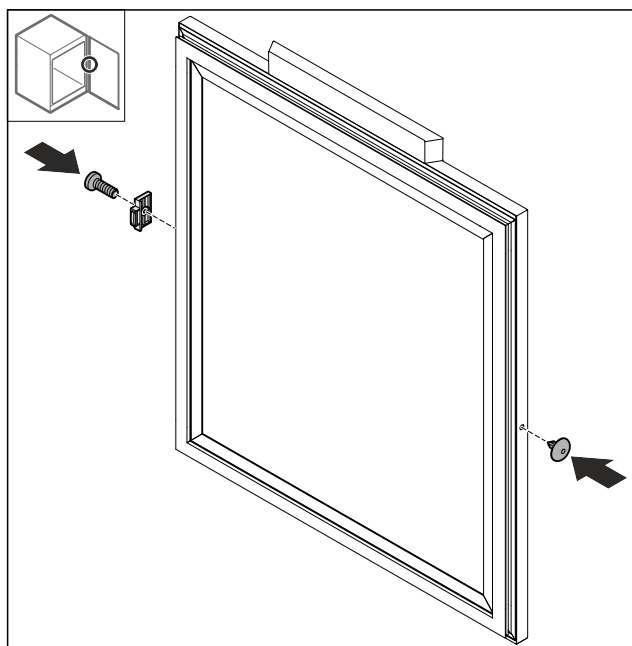

Fig. 74
- Deurstopper Fig. 74 (1) 180° draaien en op de tegenoverliggende zijde monteren.
- Afdekking Fig. 74 (2) aan de tegenoverliggende zijde plaatsen.